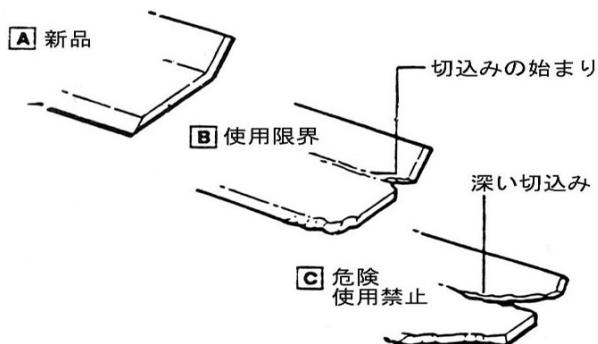

図6-1
① ブレードの交換時期
- 時々、ブレードの締め付け状態や刃の状態について点検します。（図6-1）